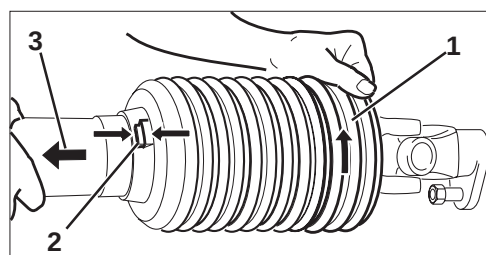

Fig. 5.4
- Tragten (Fig. 5.4/1) drejes i monteringsposition (Fig. 5.4/2).
- Beskyttelses halvdelen (Fig. 5.4/3) trækkes af.